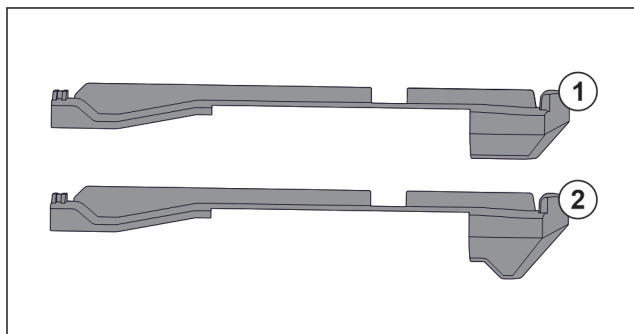

Fig. 59 Porovnání nasazovacích dílů
V přístroji se nacházejí dva různé nasazovací díly. Nasazovací díl nad nejspodnější zásuvkou Fig. 59 (2) má hranu trojúhelníkového tvaru. Všechny ostatní nasazovací díly Fig. 59 (1) mají rovnou hranu.
- ▶ Nasazovací díl Fig. 59 (2) s hranou trojúhelníkového tvaru připevněte nad nejspodnější zásuvkou.
- ▶ Nasazovací díl Fig. 59 (1) s rovnou hranou připevněte na všech ostatních místech.